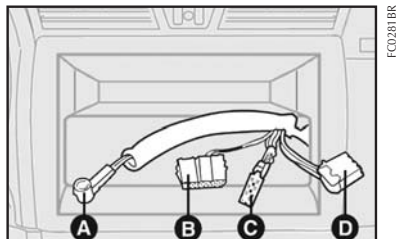

fig. 132
- conector para ligação da antena no teto, **A-fig. 132**;
- conector para ligação dos comandos do rádio no volante, **B-fig. 132** (disponível somente para algumas versões);
- conector para ligação dos alto-falantes **C-fig. 132**;
- conector para alimentação do rádio **D-fig. 132**.